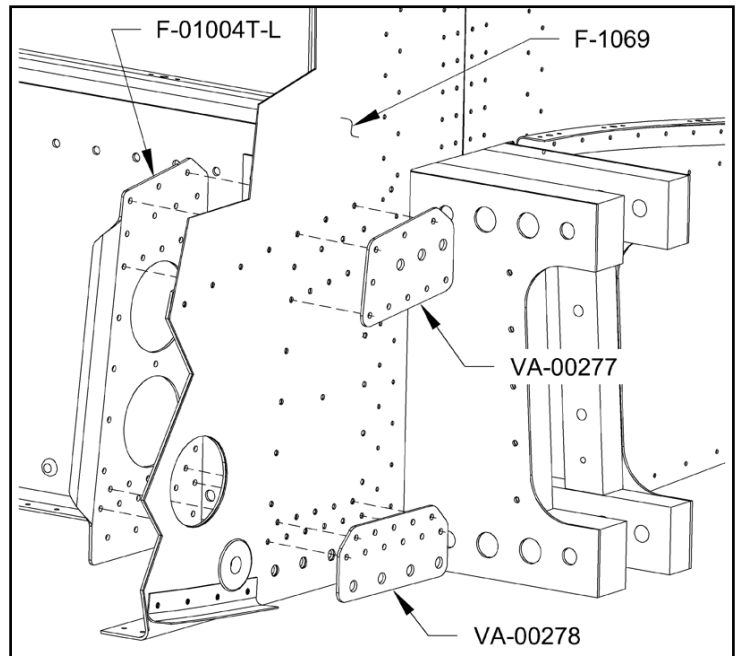

FIGURA 10: gabarito de perfuração superior e inferior
Passo 30: Coloque o reforço da placa lateral de volta em posição, junto com os gabaritos de Perfuração Superior e Inferior VA-00277 e VA-00278, conforme mostrado na Figura 10. (Para a orientação correta, observe que, no gabarito de perfuração inferior, o furo Ø 0,250 traseiro está mais próximo da borda do que o furo Ø 0,250 frontal.) Prenda com clecros todos os furos, exceto os que correspondem aos flanges do suporte do trem de pouso (os furos Ø 0,250 nos gabaritos de perfuração).